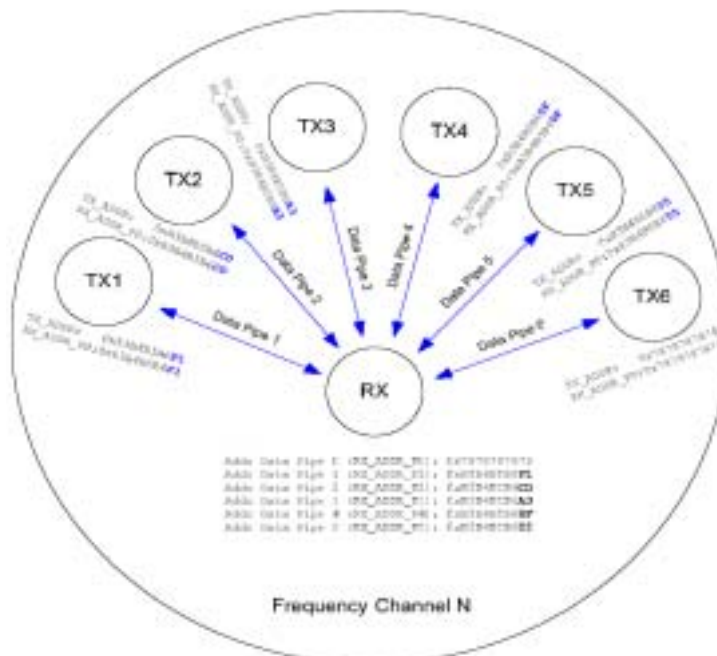

图 5、应答地址确定举例
nRF24L01 在确认收到数据后记录地址，并以此地址为目标地址发送应答信号。在发送端，数据通道 0 被用做接收应答信号，因此，数据通道 0 的接收地址要与发送端地址相等以确保接收到正确的应答信号。见图 5 选择地址举例。
- 2、当 MCU 有数据要发送时, 接收节点地址 (TX_ADDR) 和有效数据(TX_PLD)通过 SPI 接口写入 nRF24L01。发送数据的长度以字节计数从 MCU 写入 TX FIFO。当 CSN 为低时数据被不断的写入。发送端发送完数据后, 将通道 0 设置为接收模式来接收应答信号, 其接收地址(RX_ADDR_P0)与接收端地址(TX_ADDR)相同。例: 在图 5 中数据通道 5 的发送端(TX5)及接收端(RX)地址设置如下: